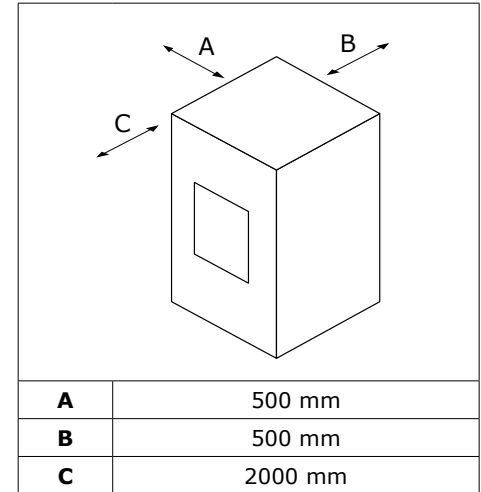

fig. 2 - Veiligheidsafstand
*is gemaakt van brandbaar materiaal, zorg voor een vloerbeschermingsoppervlak dat voldoet aan de huidige nationale normen. Respecteer de veiligheidsafstand zoals aangegeven op fig. 2.*